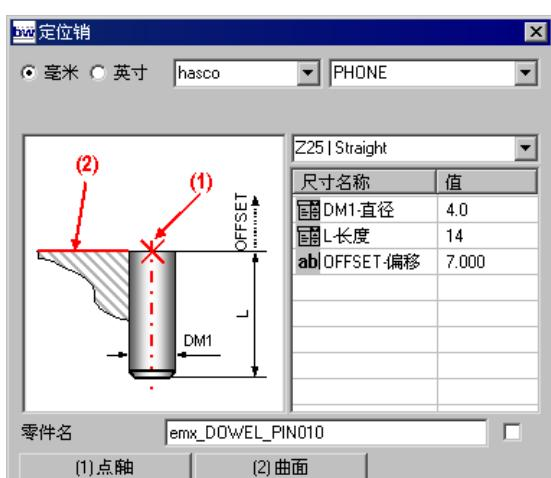
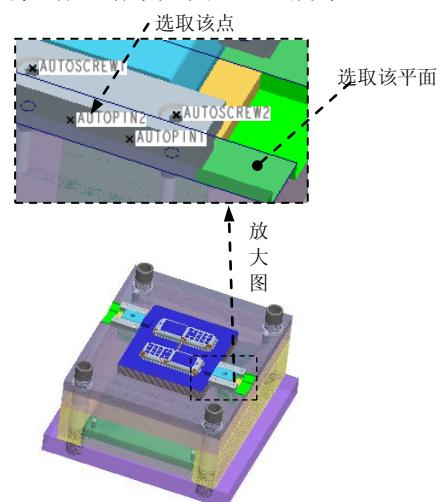
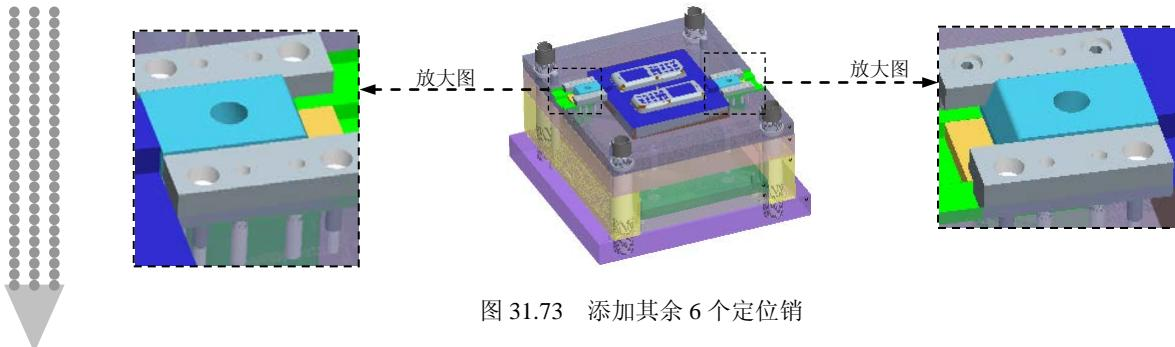

图 31.71 “定位销”对话框
图 31.72 定义定位销位置
图 31.73 添加其余 6 个定位销
Step11. 装配定位销。单击 **EMX 元件** 功能选项卡 **元件** ▾ **控制区域** 中的 **定位销** 按钮，系统弹出图 31.71 所示的“定位销”对话框；在“定位销”对话框 **meusburger** ▾ 的下拉列表中选择 **hasco** 选项；单击 **(1) 点轴** 下面区域的 **选取项目** 选项使其激活，系统弹出“选择”对话框，选择图 31.72 所示的点“AUTOPIN2”为定位销的定位点，在“选择”对话框中单击 **确定** 按钮；单击 **(2) 曲面** 下面区域的 **选取项目** 选项使其激活，选择图 31.72 所示的面为定位销的定位面；在“定位销”对话框的 **DM1 - 直径** 下拉列表中选择 4，在 **L - 长度** 下拉列表中选择 14。在 **OFFSET - 偏移** 后的文本框中输入值 7，然后单击 **确定** 按钮；使用同样的方法创建对面和另一斜导柱滑块上的 4 个定位销，结果如图 31.73 所示。